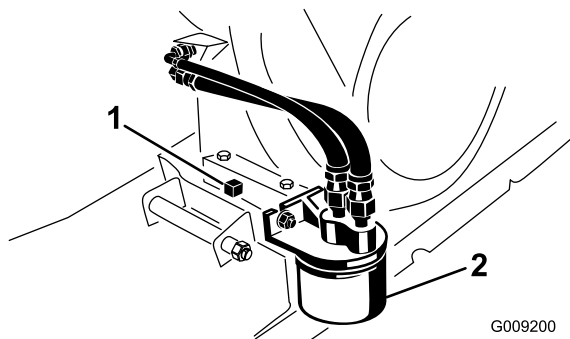

図 43
5. ドレンプラグの下に、容量1.8リットル程度の大きさのオイル受け容器をおく (図 43)。
6. ドレンプラグを抜きシールを外す(図 43)。
2. 既存のオイルフィルタを外す(図 43)。
4. ガスケットが取り付けプレートに当たるまで手で回して取り付け、そこから更に 1/2-3/4 回転増し締めする(図 43)。